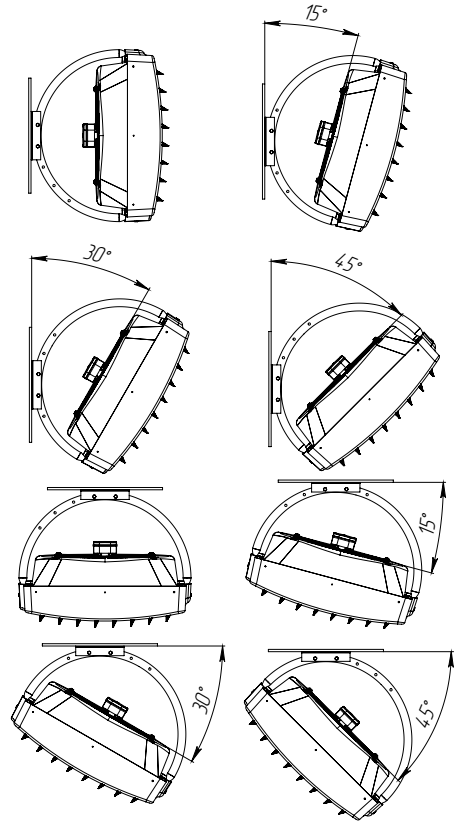

Рис.12
7.12 Варианты установки тепловентилятора на кронштейне (рисунок 12) Прибор в кронштейне может монтироваться под углами: 00,150,300,450, к вертикальной плоскости.